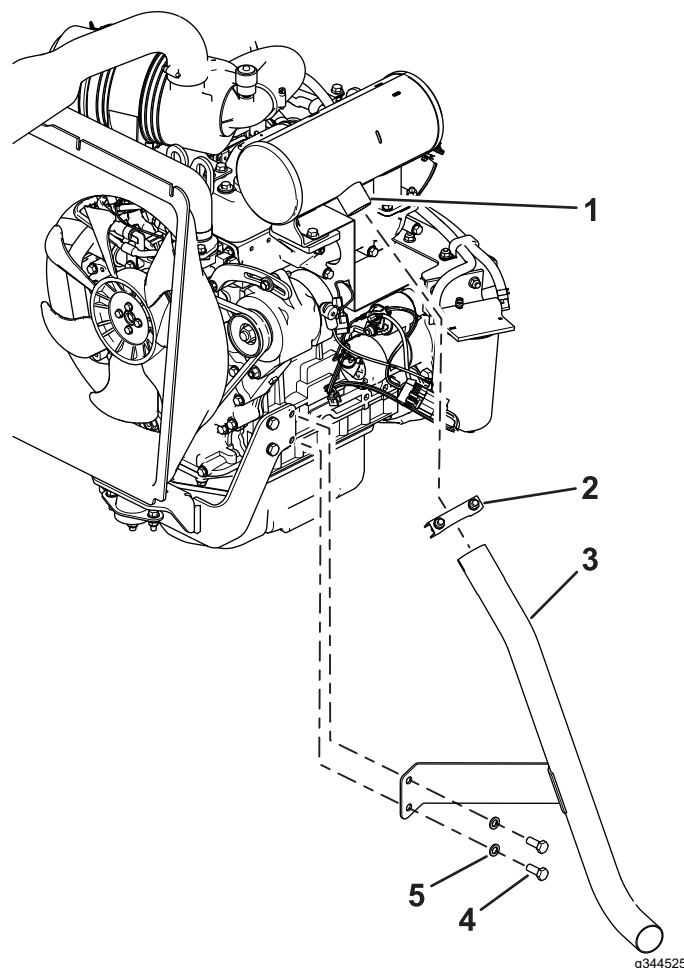

Рисунок 10
2. Ослабьте зажим на глушителе (Рисунок 10).
3. Отверните болты двигателя с шайбами с имеющейся опоры выхлопной трубы (Рисунок 10) и снимите выхлопную трубу.